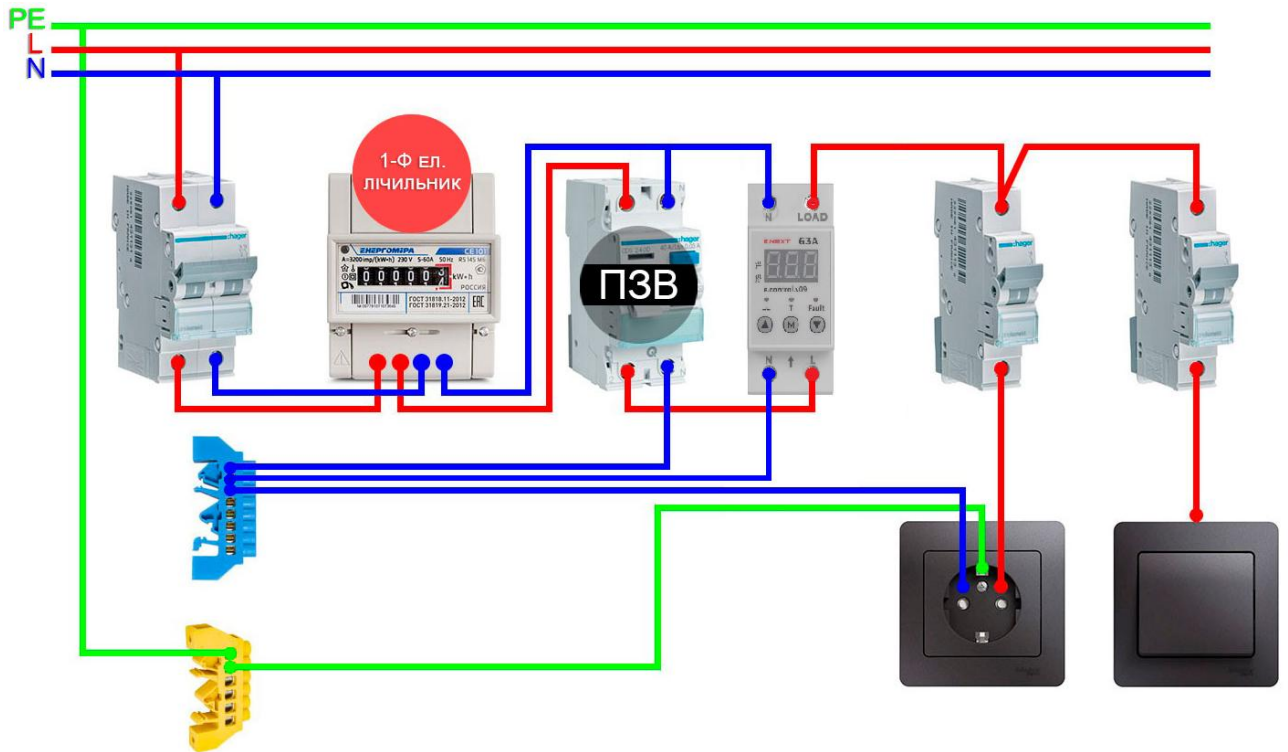

Рис. 9.5. Схема підключення квартирних розподільчих щитів
1. Ознайомитися з принциповою схемою розподільчого щита та послідовністю встановлення модульних апаратів (рис. 9.5).